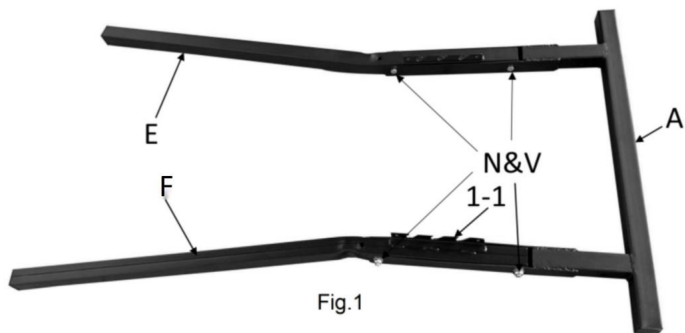

Fig.1
1. Ensamble las patas derecha e izquierda (E y F) al marco de la base (A). Inserte el extremo de Coloque cada pata en las aberturas del marco de la base y alinee los orificios de los pernos. La altura Las muescas de ajuste (Fig.1 1-1) estarán en el interior y las patas deben estar en ángulo. hacia afuera. Asegure cada pata con un perno de marco (N) y una tuerca de seguridad1 (V). Inserte los dos Perno de la pata (N) y contratuerca 1 (V), luego presione los extremos hacia abajo para asegurar las patas.